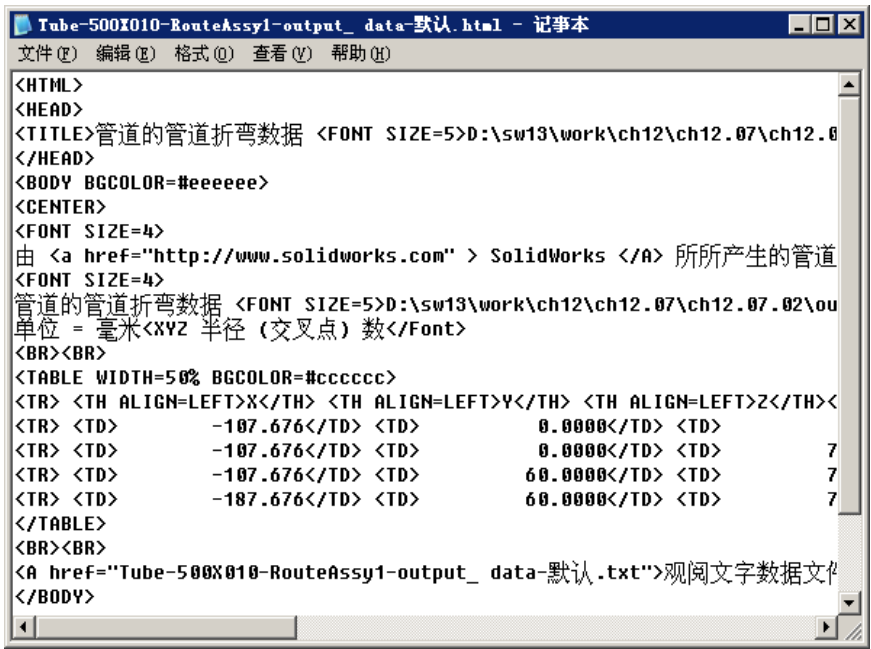

图 11.7.6 数据文件
Step3. 查看文件。生成的数据文件位于 D:\sw15\work\ch11.07.02\output_data 文件夹中, 通过记事本将该文件打开, 如图 11.7.6 所示。